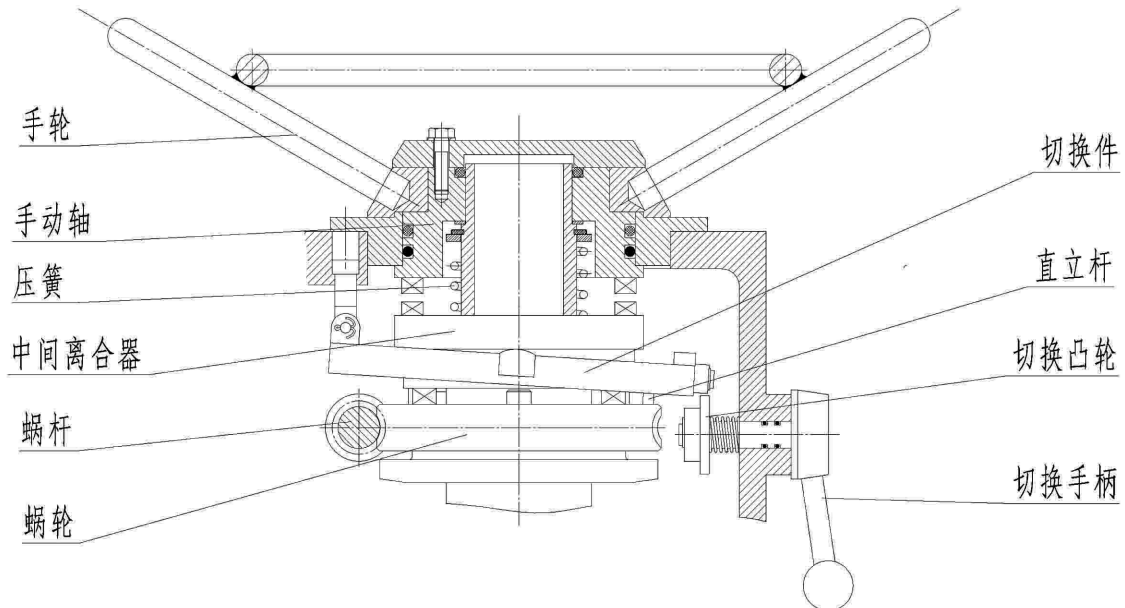

图 9 手—电动切换机构
5.6 手—电动切换机构：为半自动切换，手动时需扳动手柄切换，手动状态转变为电动时则自动运行。其结构见图 9。它由手柄、切换件、直立杆、离合器、压簧等组成。需手轮操作时，将手柄向手动方向推动，切换件使离合器抬高，并压迫压簧。当手柄推到一定位置时，离合器即脱离蜗轮而与手轮啮合，同时直立杆在扭簧作用下直立于蜗轮端面，支撑住离合器不致下落，切换完成即可放开手柄，使用手轮进行操作。